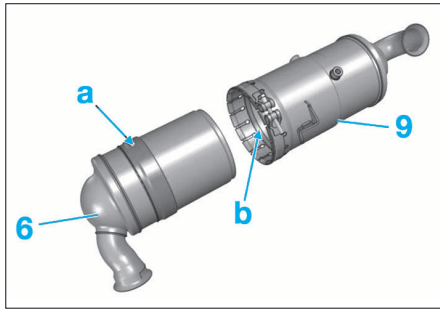

FIG. 73
- Reposer le filtre à particules (6) (Fig.73).